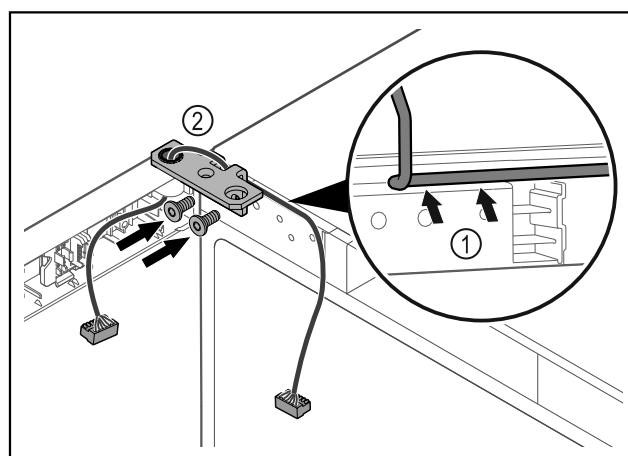

Fig. 53
- Pasar el cable por la escotadura de la escuadra de bisagra y tenderlo con cuidado Fig. 53 (1).
- Atornillar la escuadra de bisagra Fig. 53 (2).